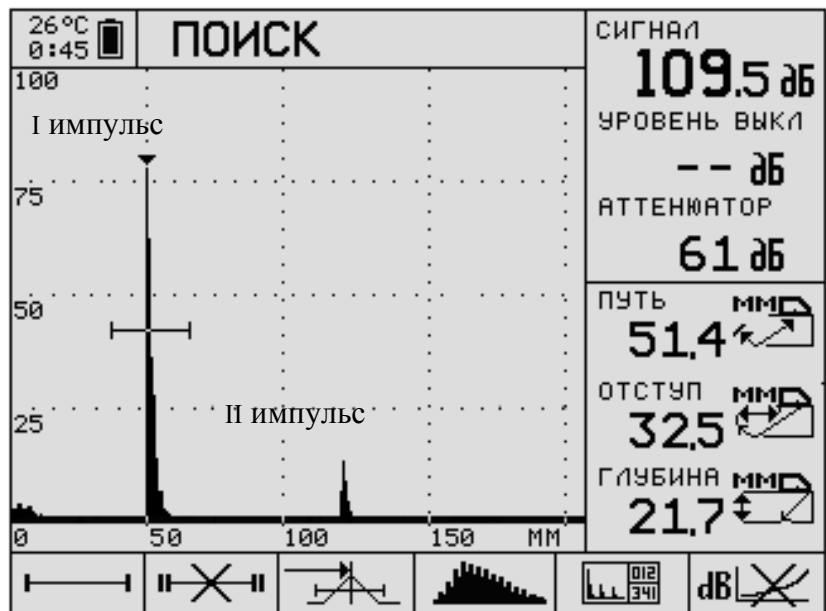
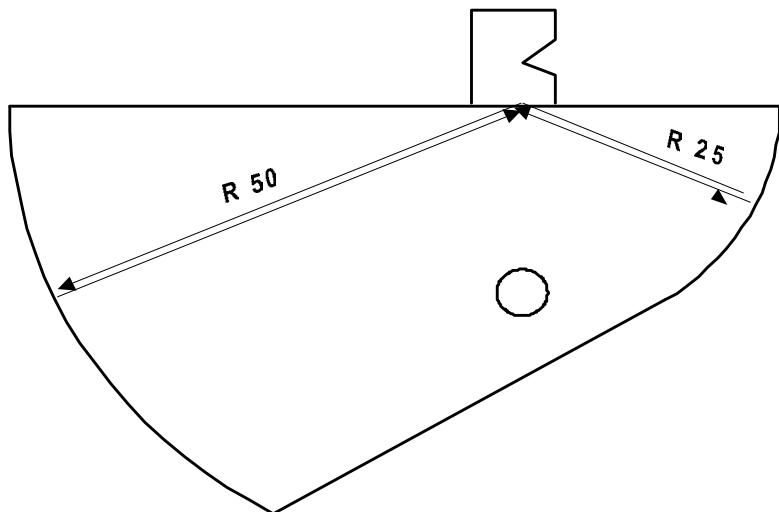

Рисунок 5.10
Рисунок 5.11
5.5.8 Подключите ПЭП к дефектоскопу и поставьте его на длинную грань ($l=75\text{мм}$) СОП V2M таким образом, чтобы луч был направлен в сторону цилиндрической поверхности образца радиусом 50 мм, а предполагаемая точка выхода луча ПЭП находилась около риски 0 (Рисунок 5.7). Кнопками **RANGE** и **LEVEL** добейтесь, чтобы на экране дефектоскопа были видны первые два эхосигнала от цилиндрических поверхностей (Рисунок 5.10). Ход лучей при этом отображён на Рисунок 5.11.
II импульс – соответствует двукратному отражению от поверхности R50 и однократному R25 (Рисунок 5.11)